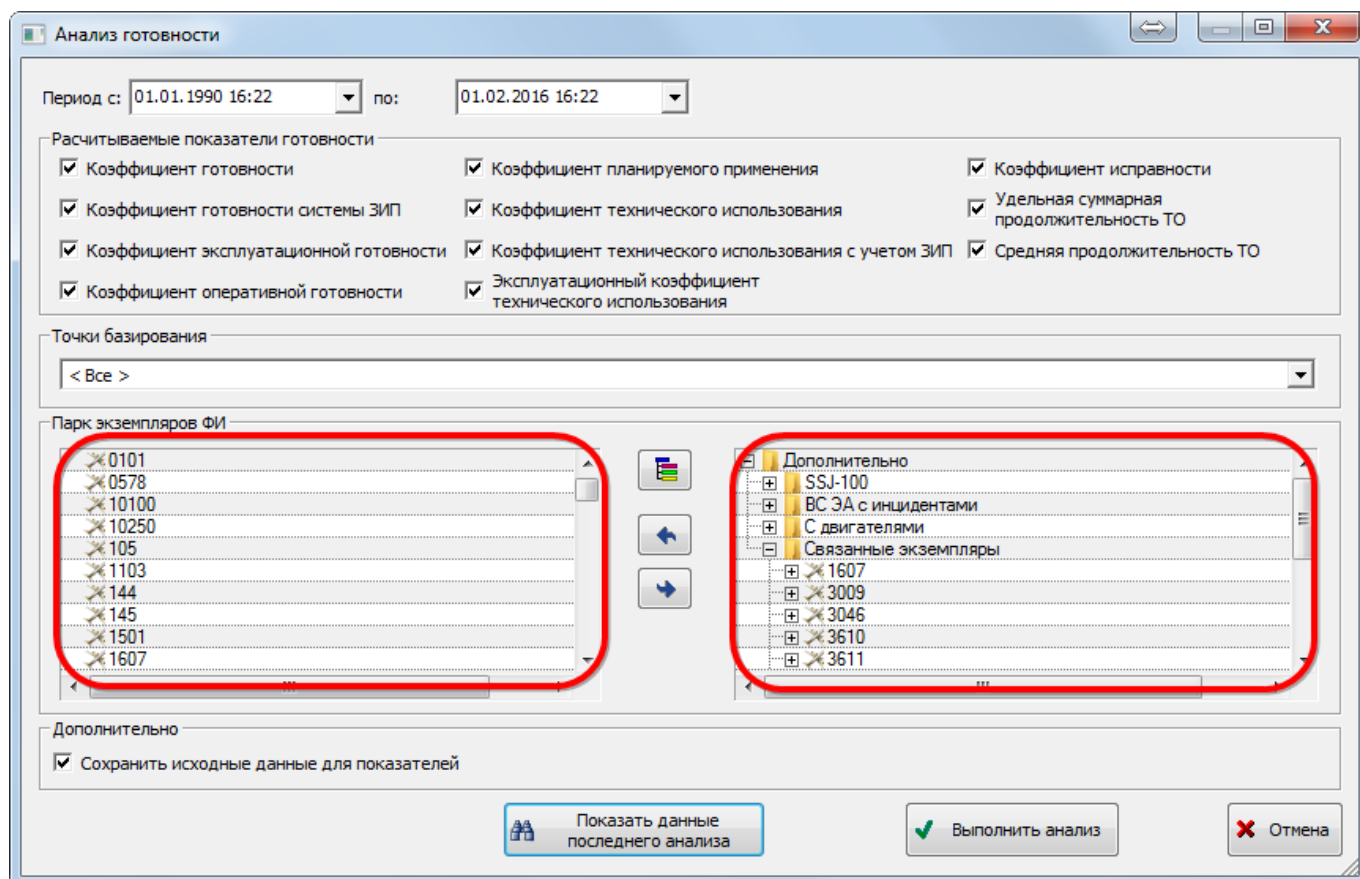

Рис. 13-558 – Диалоговое окно «Анализ готовности»
- 3) Нажать кнопку «Анализ готовности» на вкладке «Анализ» (рис. 13-558).